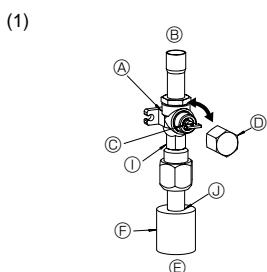
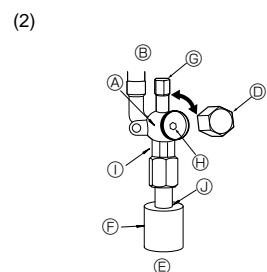

Fig. 4-5
Fig. 4-6
- (1) Gaszijde (Fig. 4-5)
- ① Verwijder de dop, trek het handvat naar u toe en draai dit een kwartslag tegen de klok in om de kraan te openen.
- ② Let erop dat de afsluitkraan geheel open is, druk de hendel in en draai de kap terug naar de oorspronkelijke stand.
- (2) Vloeistofzijde (Fig. 4-6)
- ① Verwijder de kap en draai de kraanstang zo ver mogelijk tegen de klok in met behulp van een 4mm-inbussleutel. Stop met draaien wanneer de nok wordt bereikt.